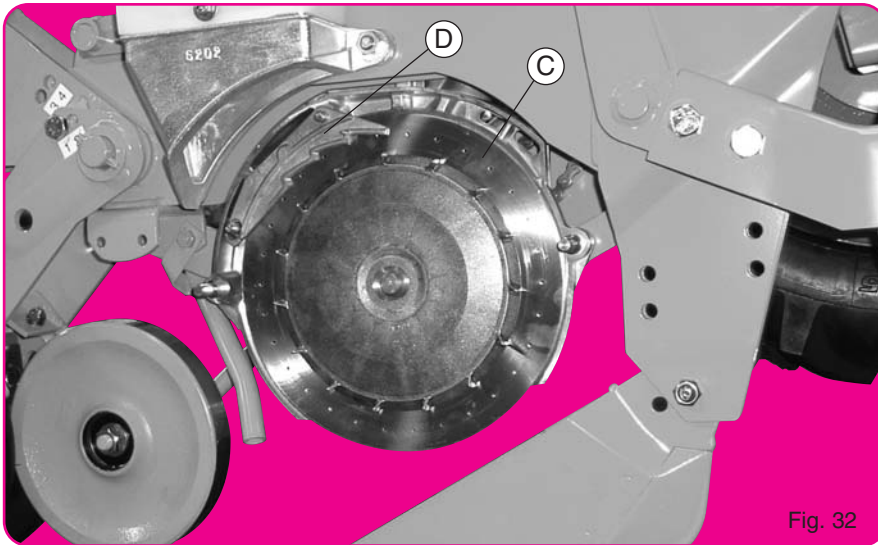

Fig. 32
Pour chaque type de semence, il sera nécessaire d'utiliser le disque avec nombre de trous et Ø de trous adaptés (voir liste page suivante). Avant mise en route s'assurer que les boîtiers sont bien équipés des disques convenables. (Les semoirs sont livrés d'usine distributions non montées). Les plaques de sélection (D) se placent sur les disques (côtés couvercle et non entre disques et couronnes plastique) (fig. 32). A l'intérieur du couvercle (B) se trouve un volet en tôle. Ce volet (2) régularise l'arrivée des graines depuis la trémie et assure un niveau constant et convenable face au disque. En fonction de la semence utilisée il doit, avant tous semis, être contrôlé et réglé suivant 2 positions :
De afstrijkers (D) worden geplaatst op de schijven (aan de kant van het deksel en niet tussen de schijven en de kunststof slijtringen). (Fig 32).